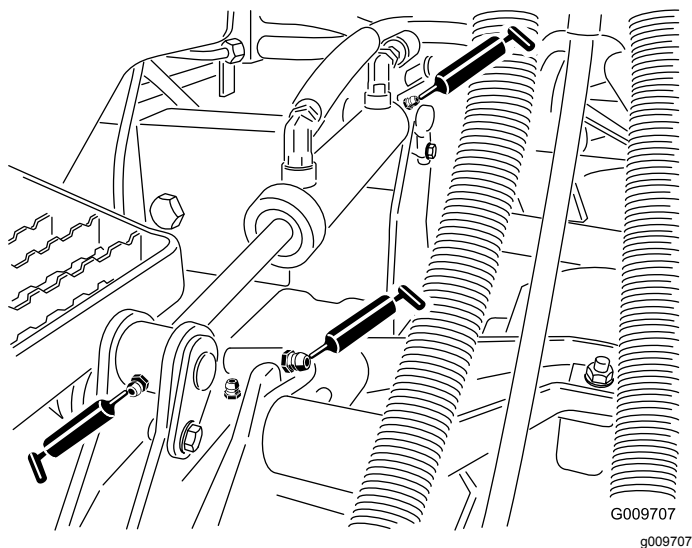

Figura 29
- Casquillos de los brazos de elevación (1 por carcasa) (Figura 29)
- Casquillos de los cilindros de elevación (2 por carcasa) (Figura 29).